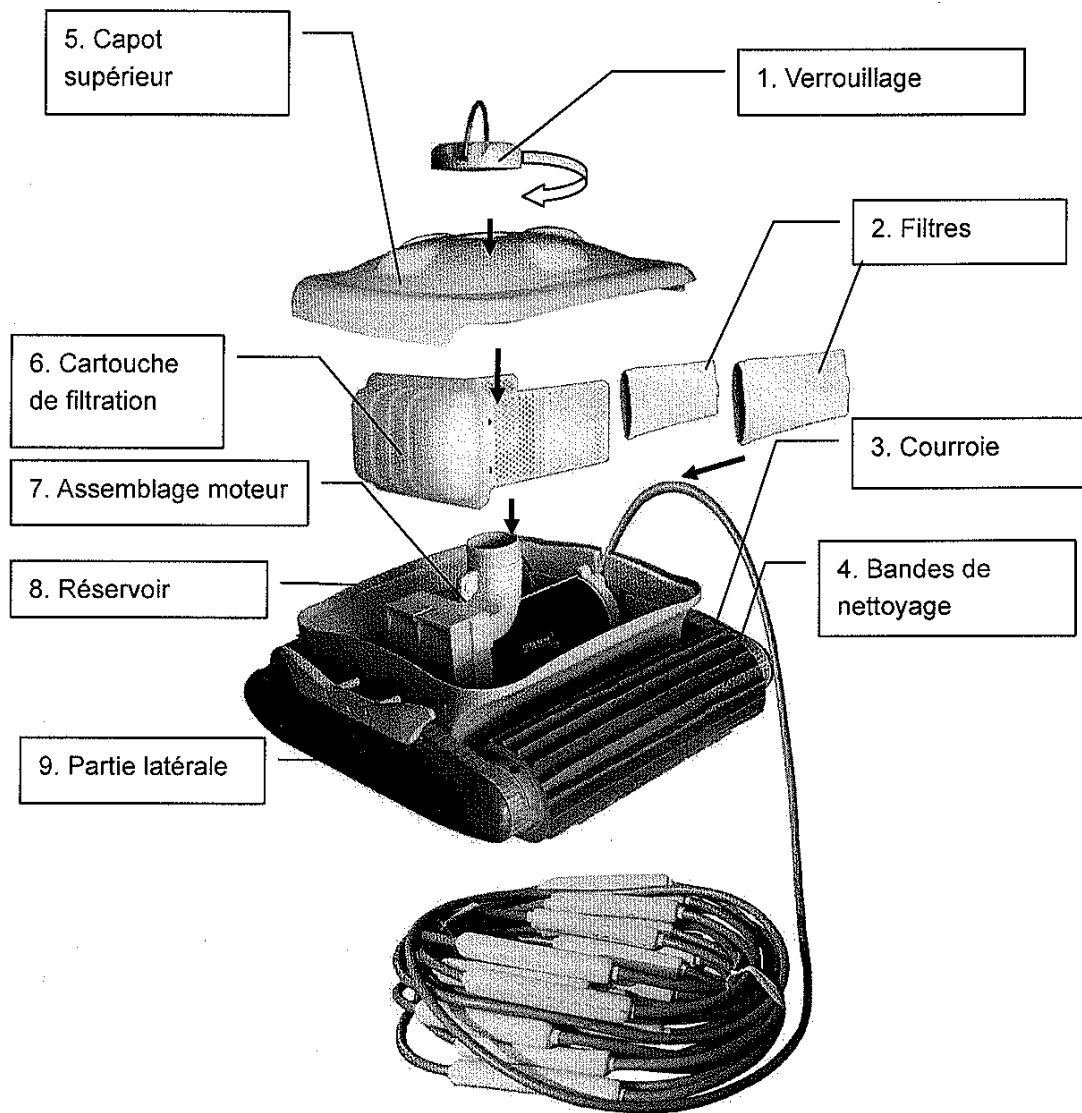
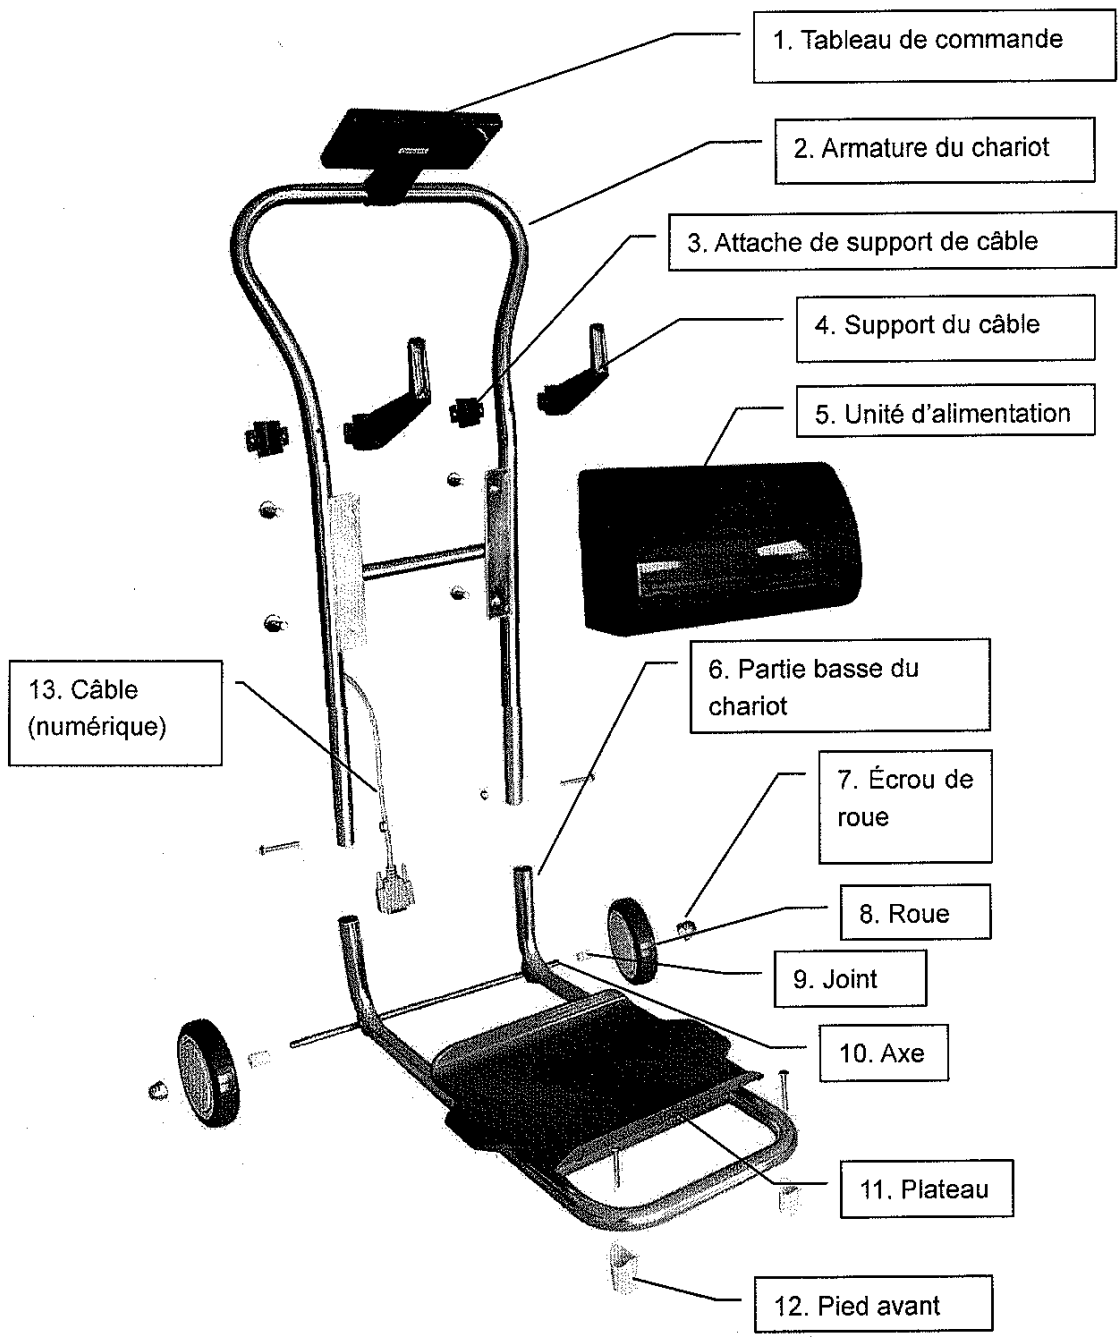

Fig.2
Fig.3
Le nettoyeur automatique de piscine Turbotrak est constitué d'un appareil de nettoyage, d'une unité d'alimentation secteur et d'un chariot. Les illustrations ci-dessous sont les composants de chaque partie (voir figure 2 / figure 3)
- 1) Pied avant (12 dans la figure 3) Bloquer dans la position (comme indiqué) avec la vis fournie.
- 2) Axe (10 dans la figure 3) et roue (8 dans la figure 3) : insérer l'axe dans la partie basse arrière du chariot (6 dans la figure 3), mettre sur les joints et installer les roues sur deux côtés de l'axe (9 dans la figure 3). Attacher alors avec les vis des roues (7 dans la figure 3).
- 3) Partie principale du chariot : assembler l'étagère du chariot (2 dans la figure 3) avec la partie inférieure du chariot (6 dans la figure 3), insérez les vis dans les trous correspondants et mettez les joints plats et les ressorts. Bloquez avec les écrous fournis.
- 4) Support de câble : montez les supports de câble (4 dans la figure 3) en les mettant en place, insérez les boulons fournis dans les trous correspondants et verrouillez avec les écrous fournis.
Le robot s'éteindra automatiquement après un cycle de nettoyage. Déconnectez le câble électrique, tirez le câble légèrement et soulevez le robot par l'anneau stationnaire prévu à cet effet (1 dans la figure 2).
Mettez le robot sur le rebord de la piscine, desserrez l'écrou de verrouillage (1 dans la figure 2) et enlevez le capot supérieur (5 dans la figure 2). Enlevez alors la cartouche de filtration (6 dans la figure 2) et les sacs de filtre (2 dans la figure 2).
Installez le capot supérieur (5 dans la figure 2) et verrouillez avec l'écrou de verrouillage (1 dans la figure 2).